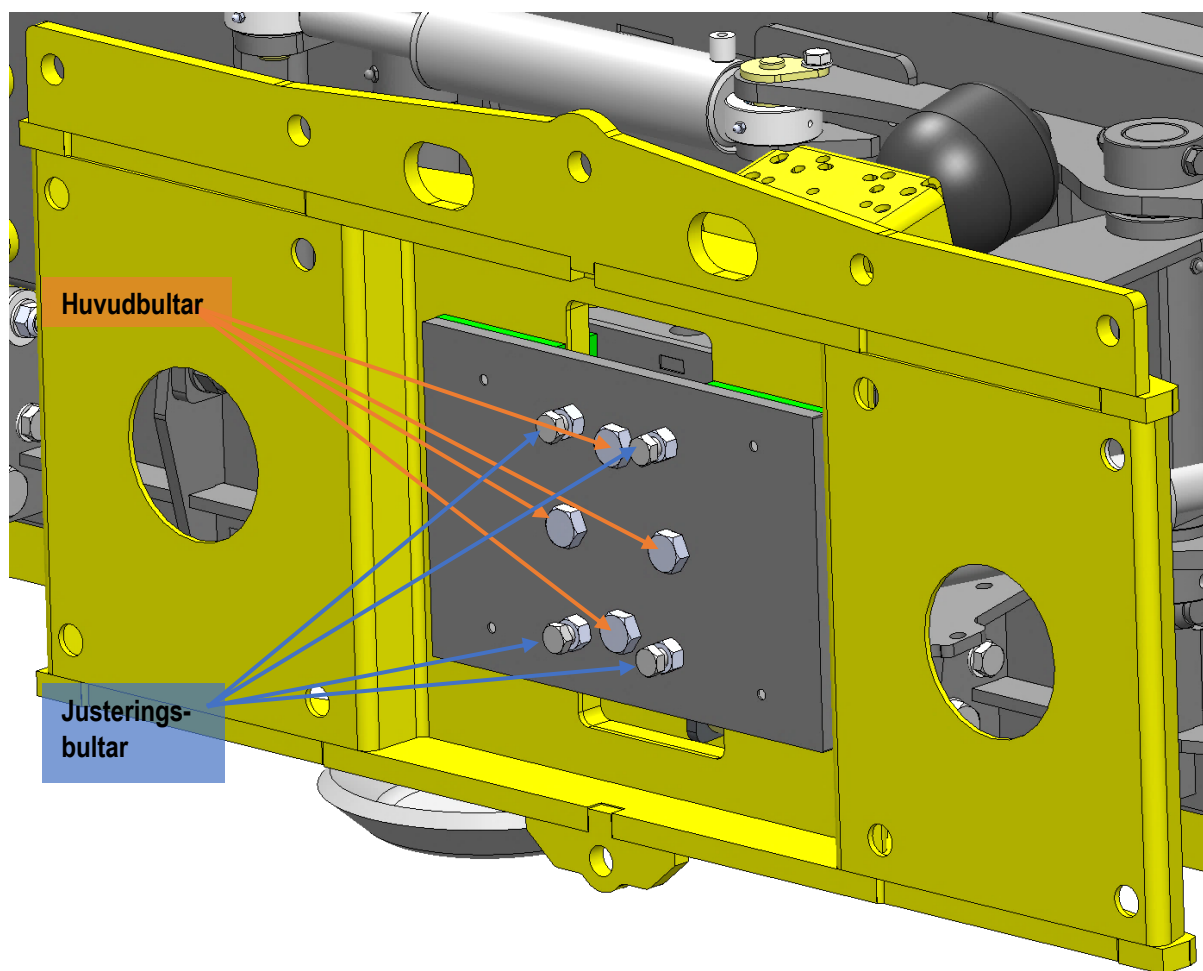

Bild 20. Justering av flytramen
1. Dra åt huvudbultarna så att glidplattorna trycks mot fästet/flytplattan. (6 huvudbultar, bild 20).
2. Dra åt justeringsbultarna så mycket det går (4 justeringsbultar, bild 20).